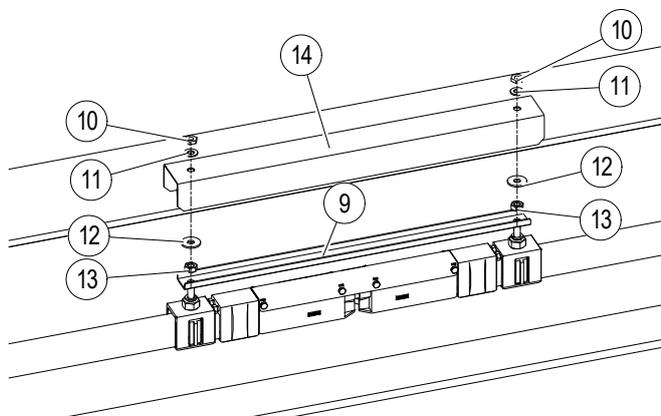

Fig. 96 : Montage de la tôle de pontage
- Placer la plaque de pontage (pos. 9) sur le boulon du support de rail. Serrer l'écrou M10 (pos. 13) au couple prescrit (SW 17, clé dynamométrique : **14 Nm**). Serrer le carter (pos. 14) à l'aide des éléments de fixation, à savoir une rondelle DIN 9021 (pos. 12), une rondelle DIN 125 (pos. 11) et un écrou hexagonal M10 (pos. 10) au prescrit (SW 17, clé dynamométrique : **8 Nm**). Fixer par ailleurs l'écrou hexagonal M10 (pos. 10) avec de la Loctite (voir Fig. 96).